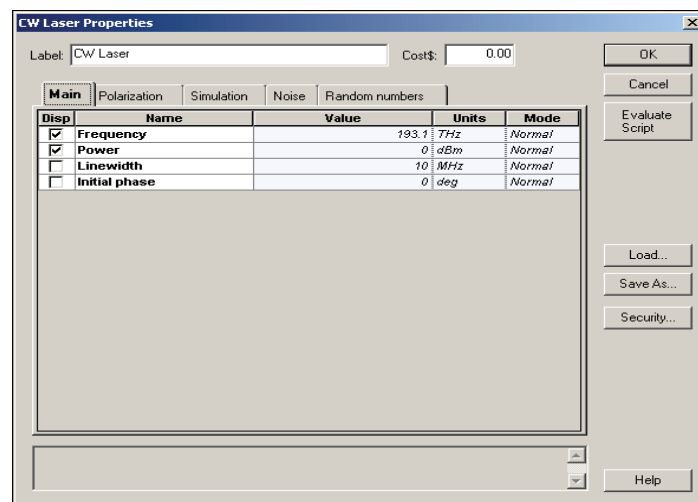

Figure 16. Paramètres du composant
- Dans la disposition principale, double-cliquez sur le CW Laser. La boîte de dialogue Propriétés du laser CW apparaît (voir la figure 16).